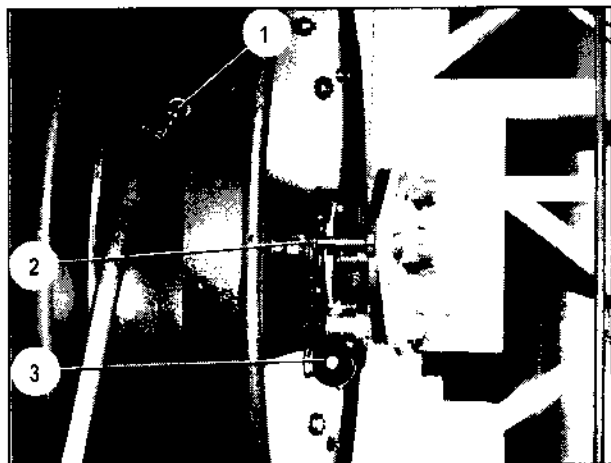

Bild 130
Klinke der Vielfachkabeltrommel ist eingerastet (Verriegelungsstellung wie in Bild 130).
4. Vielfachkabeltrommel entspannen; dazu Hebel (Bild 130/3) hinter den Haltebolzen (Bild 130/2) legen und Kabeltrommel, von Hand gebremst, langsam bis in 0-Stellung ausdrehen lassen.
7. Stecker (Bild 130/1) der Vielfachkabel FM 1000 und FM 15000 in die Halterung der jeweiligen Kabeltrommel einlegen, Hebel hinter den Haltebolzen legen und Vielfachkabel auftrommeln lassen.